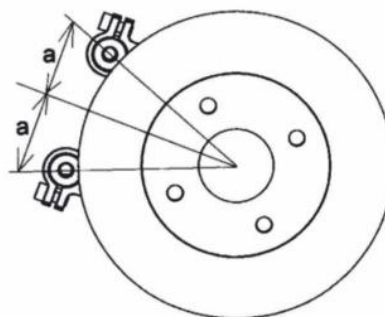

Рисунок 12
7.1.13 Закрепите приводной адаптер на одном из тормозных дисков с помощью гаек или болтов (рис. 12). V-образный приводной адаптер должен точно сесть на край переходника.
7.3.5 После позиционирования направляющей прямо по центру переходника, затяните болты М10 крепежного адаптера (см. рис. 12).
7.4.4 После позиционирования направляющей прямо по центру переходника, затяните болты M10 крепежного адаптера (см. рис. 12).